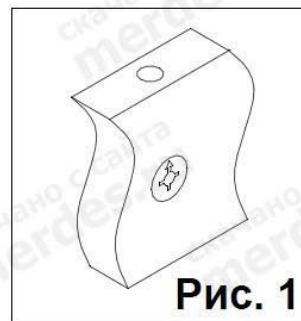
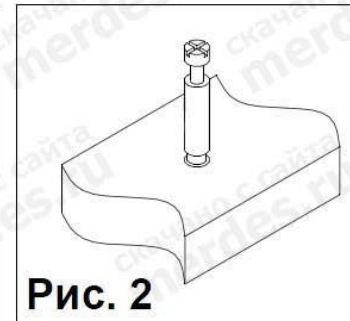

Рис. 1
Рис. 2
в соответствующие торцевые отверстия боковин 1 и 2. Вставить стяжки-растекс (3) в отверстия диаметром 15 мм расположенные на деталях 1 и 2 (см. рис. 1). Перевернуть полку 5 нижней стороной вверх (на нижней стороне этой детали имеются пластиковые муфты), и закрутить в муфты дюбеля стяжек-растекс (4) (см. рис. 2). Перевернуть полку 5 и присоединить ее к боковине 7 при помощи евроинтов (2) и шкантов (1). Далее соединить полку 5 с каркасом собранной тумбы (боковины 1 и 2) так, чтобы дюбеля стяжек-растекс (4) закрученные в полку 5 вошли в соответствующие отверстия боковин 1 и 2. Фиксацию стяжек-растекс (3) произвести путем поворота их по часовой стрелки.
Затем вставить заглушку (16) в отверстие диаметром 60 мм расположенное на полке 5. После этого забить шканты (1) в два торцевых отверстия стойки 6 и соединить стойку 6 с полкой 5. Вставить стяжки-растекс в отверстия диаметром 15 мм расположенные с внутренней стороне боковины 7 (см. рис.1).
2. Перевернуть столешницу 8 нижней стороной вверх и прикрутить опоры (15) саморезами (20). Закрутить в пластиковые муфты дюбеля стяжек-растекс (3)
(см. рис.2) Перевернуть столешницу и соединить ее с каркасом стола. Крепление произвести при помощи стяжек-растекс (3) и шкантов (1). Фиксацию стяжек-растекс (3) произвести путем поворота их по часовой стрелке.
Далее соединить стойку 9 с полкой 5 при помощи шкантов (1), а со столешницей 8 при помощи евроинтов (2). Затем забить шканты (1) в два торцевых отверстия стойки задней 11 и соединить ее с полкой 5. Следует учесть, что при правильной установке не кромленный торец должен быть обращен в сторону стойки 9. После этого закрутить дюбеля стяжек-растекс (4) в пластиковые муфты полки 10 (см. рис.2), и забив шкант (1) в соответствующее торцевое отверстие стойки 9 соединить полку 10 с деталями 9 и 11 при помощи стяжек-растекс (3)
4. Закрутить дюбеля стяжек-растекс (4) (см. рис.2) в пластиковые муфты полки 16 и соединить ее с деталями 12, 13, 14, 15. Крепление произвести при помощи стяжек-растекс (3), шкантов (9) и (2) и евроинтов (2).
5. Закрутить в пластиковую муфту расположенную на лицевой стороне полки 22 дюбель стяжки-растекс (4) (см. рис. 2). Соединить детали 23 и 13 с полкой 22. Надеть на
выступающие части шкантов (9) стенку заднюю 13 и 24. Далее перевернуть полку верхнюю 25 нижней стороной вверх (на нижней стороне этой детали имеется пластиковые муфты), и закрутить в муфты дюбеля стяжек-растекс (4) (см. рис.2). Забить шканты (1) в соответствующие торцевые отверстия деталей 12, 13, 23,24. Перевернуть полку 25 и соединить ее с каркасом стола. Фиксацию стяжек-растекс произвести путем поворота их по часовой стрелки. После этого прикрутить петли (21) к дверям 20 и 21. Установить двери, для чего вставить петли закрученные в дверях 20 и 21 в ответные планки петель (21) закрученные на стойках 18 и 17. Произвести фиксацию петель при помощи стопорного винта находящегося на ответной планки петли. При необходимости произвести регулировку петли с помощью регулировочного винта. далее установить ручки (12) к фасадам дверей и вставить в отверстия обозначенные "М" ограничители (17). Они будут служить ограничителем закрывания дверей 20 и 21.
Взять стенку заднюю выдвижного ящика 28 и забить в соответствующие отверстия шканты (1). Соединить боковины ящика 26 и 27 с задней стенкой 28. Фиксацию производить при помощи евровинтов (6). Далее положить каркас ящика на заднюю стенку 28 и забить шканты (1) в соответствующие торцевые отверстия на боковинах ящика 26 и 27, и вставить стяжки растекс (19) (см.рис.1). После этого вставить дно ящика 30 в пазы на каркасе ящика, таким образом, чтобы дно ящика 30 вошло в паз на стенке задней ящика 28. Далее закрутить в переднюю панель ящика 29 в имеющиеся муфты дюбеля стяжек-растекс (4). Соединить переднюю панель ящика 29 с каркасом. Фиксацию произвести путем поворота стяжки (19) по часовой стрелки. После этого положить ящик дном вверх и прикрутить ответные планки направляющих (7) к боковинам ящика 26 и 27 при помощи саморезов (5). Далее к передней панели 29 прикрепить ручку (12). Аналогичным образом собрать остальные ящики. В переднюю панель ящика имеющего отверстие диаметром 20 мм вставить замок (23) со стороны паза, а с передней стороны панели вставить в это отверстие стопорное кольцо замка (23). Фиксацию замка произвести при помощи саморезов (5)..Этот ящик устанавливается в верхнее положение тумбы.Задвинуть ящик и пометить положение начала передней панели относительно низа полки 5. Отметить 25 мм и закрепить запорную планку замка напротив расположение замка (23) при помощи саморезов (5).
в соответствующие торцевые отверстия боковин 1 и 2. Вставить стяжки-растекс (3) в отверстия диаметром 15 мм расположенные на деталях 1 и 2 (см. рис. 1). Перевернуть полку 5 нижней стороной вверх (на нижней стороне этой детали имеются пластиковые муфты), и закрутить в муфты дюбеля стяжек-растекс (4) (см. рис. 2). Перевернуть полку 5 и присоединить ее к боковине 7 при помощи евроинтов (2) и шкантов (1). Далее соединить полку 5 с каркасом собранной тумбы (боковины 1 и 2) так, чтобы дюбеля стяжек-растекс (4) закрученные в полку 5 вошли
Затем вставить заглушку (16) в отверстие диаметром 60 мм расположенное на полке 5. После этого забить шканты (1) в два торцевых отверстия стойки 6 и соединить стойку 6 с полкой 5. Вставить стяжки-растекс в отверстия диаметром 15 мм расположенные с внутренней стороне боковины 7 (см. рис. 1). 2. Перевернуть столешницу 8 нижней стороной вверх и прикрутить опоры (15) саморезами (20). Закрутить в пластиковые муфты дюбеля стяжек-растекс (3)
Далее соединить стойку 9 с полкой 5 при помощи шкантов (1), а со столешницей 8 при помощи евроинтов (2). Затем забить шканты (1) в два торцевых отверстия стойки задней 11 и соединить ее с полкой 5. Следует учесть, что при правильной установке не кромленный торец должен быть обращен в сторону стойки 9, после этого закрутить дюбеля стяжек-растекс (4) в пластиковые муфты полки 10 (см. рис.2), и забив шкант (1) в соответствующее торцевое отверстие стойки 9 соединить полку 10 с деталями 9 и 11 при помощи стяжек-растекс (3)